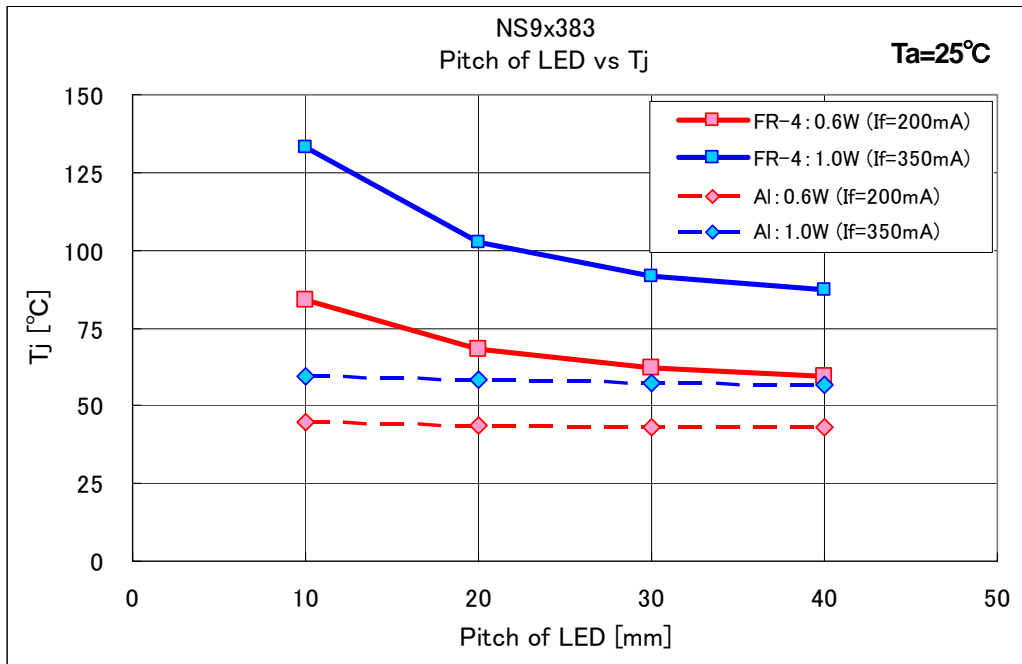

図 6. NS9x383 評価結果
0.6W( $I_f=200\text{mA}$ )と1.0W( $I_f=350\text{mA}$ )における LED 実装ピッチと中心 LED の  $T_j$  の関係を図 6 に示します。FR-4 におけるこれらの条件下では、20mm 以上のピッチを設けることで相互影響は小さくなります。また、アルミ基板では 10mm ピッチでも相互影響は小さく、狭ピッチでの配置が可能です。